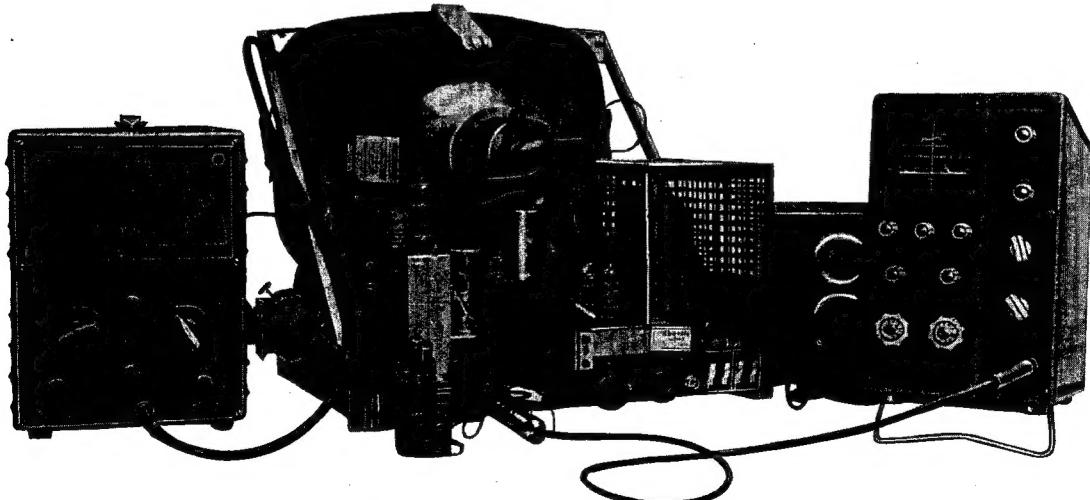

Bild 5 Gesamtmeßanordnung für ZF-Abgleich
Bild 5 zeigt die notwendige Meßanordnung mit Wobbler, Oszilloskop und dem zu prüfenden Fernseh-Chassis: Zur Inbetriebsetzung geht man zweckmäßig in folgender Weise vor:
- b) HF-Ausgangsspannung des Wobblers der Mischröhre des Empfängers zuführen. Hierzu benutzt man das zugehörige HF-Kabel und die Aufblaskappe. Die näheren Einzelheiten sind auf dem Bild 5 zu erkennen.